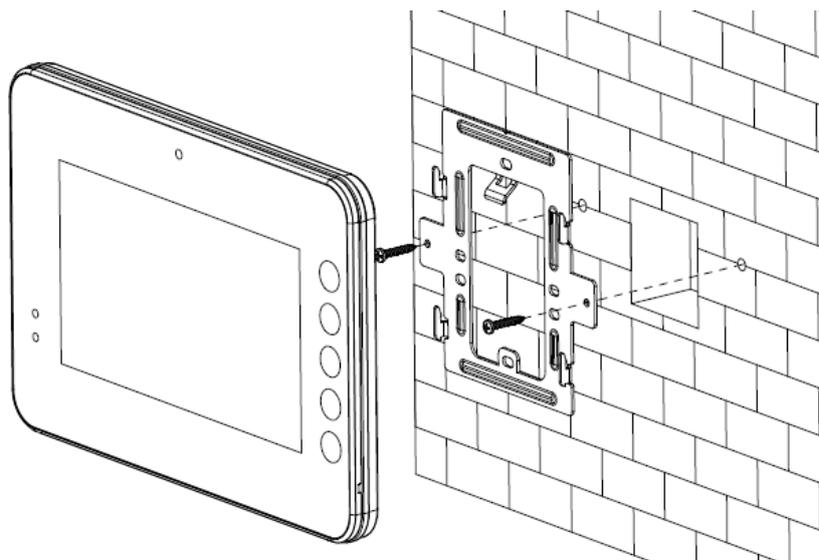

Figure 5-3
- Fixez l'appareil sur le support d'installation et faites enclencher le clip. Voir Figure 5-3.